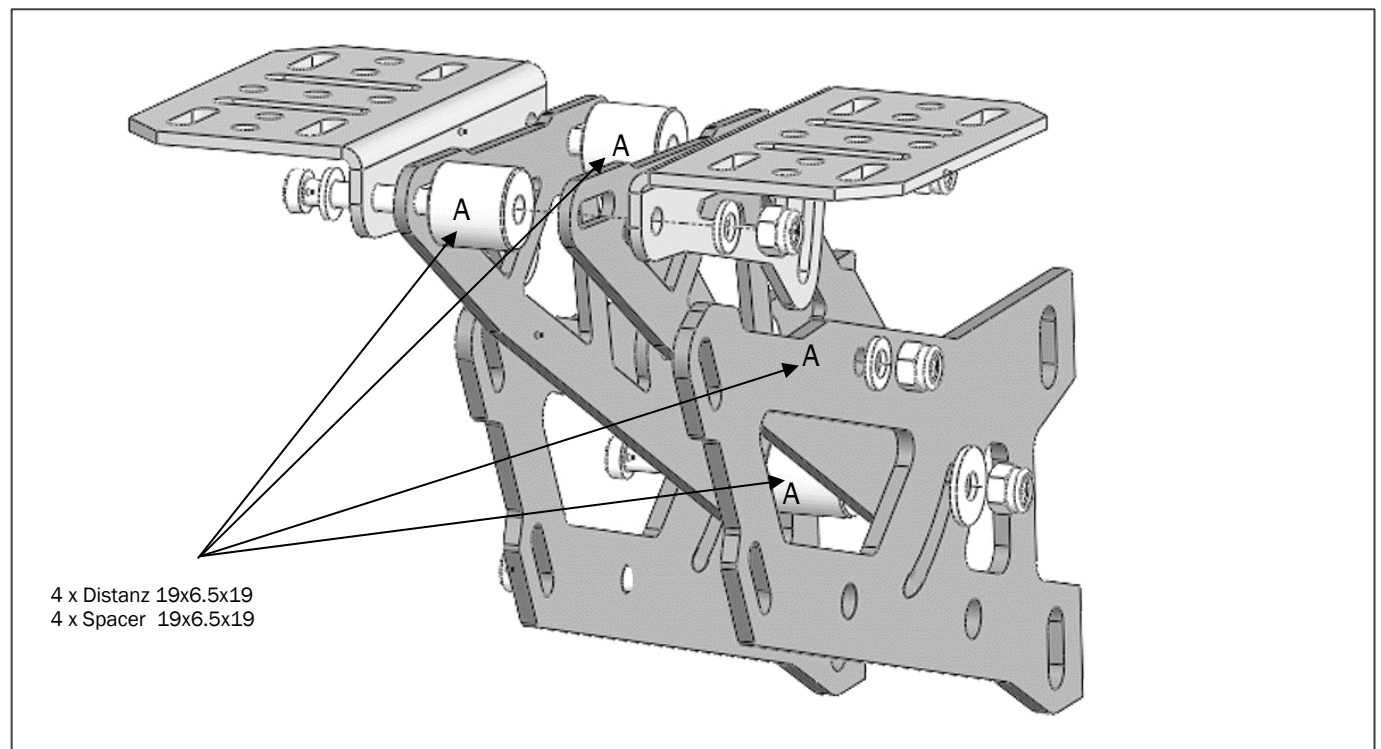

Abb. 5
4. Abb. 5: Distanzen 19x6.5x24.8 mm mit dem Scheinwerfer / Verkleidungsträger und den Seitenplatten verschrauben.